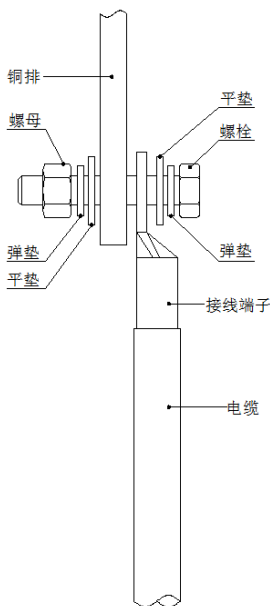

图3-11 直流输入线缆连接
- (e) 请确认直流输入路数，选择合适的电缆线径，再按图3-11所示的接法将接线端子固定于铜排上，并用扭矩扳手，以适合的扭力锁紧。